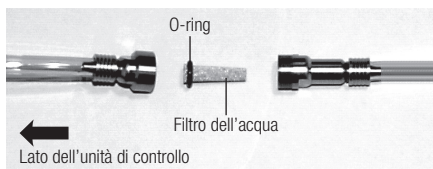

Fig. 26
- 2) Una volta smontato l'alloggiamento del filtro dell'acqua, è possibile rimuovere il filtro come illustrato dalla Fig. 26. Sostituire il filtro e rimontare il filtro seguendo l'ordine inverso (Fig. 26).
Montare il filtro dell'acqua nella direzione corretta come illustrato dalla Fig. 26.